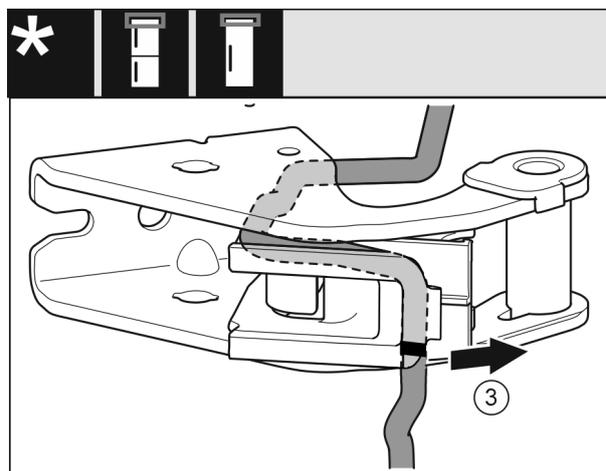

Fig. 27
- ▶ Demontirajte kabel s držačem kabela s ležajnog postolja. Fig. 27 (3)